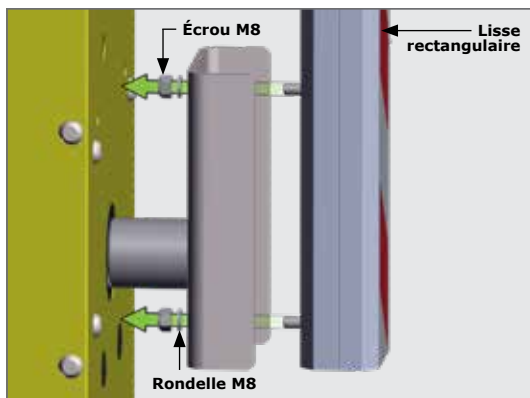

FIGURE 8
8. Fixez la lisse rectangulaire comme indiqué sur la figure 8.